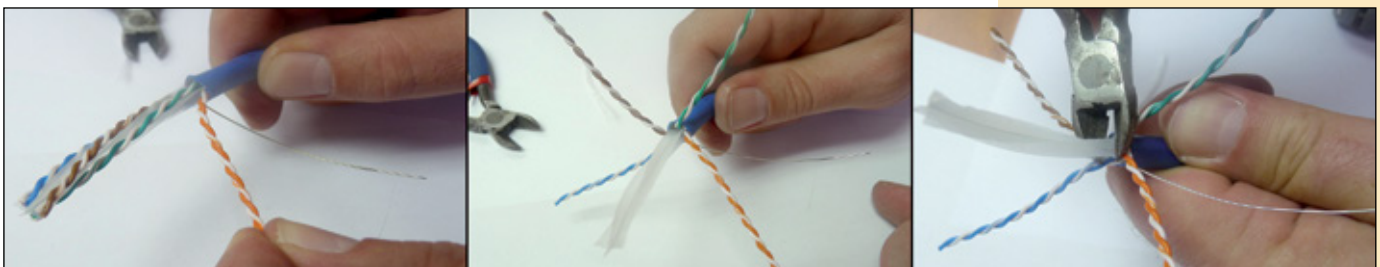

Figura 7
- 6 Separe los pares de conductores de cobre y corte el núcleo separador plástico, tal como se muestra en el grupo de imágenes de la **Figura 7**.